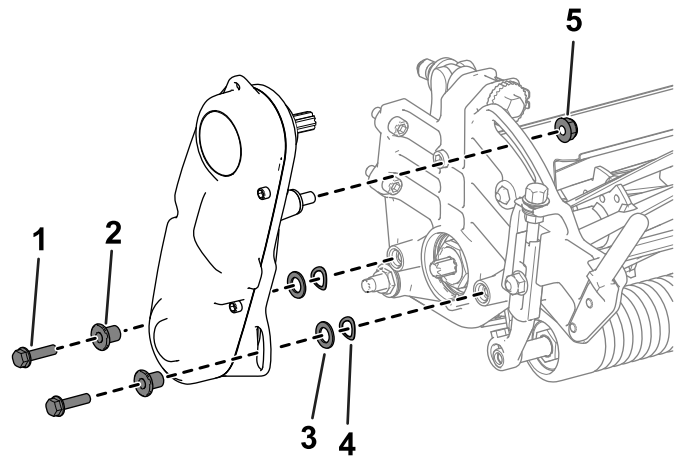

图 44
2. 卸下将滚刀驱动总成固定到侧板上的五金件 图 44。
3. 从侧板上卸下滚刀驱动总成、扁平垫圈、弹簧垫圈和隔片 图 44。